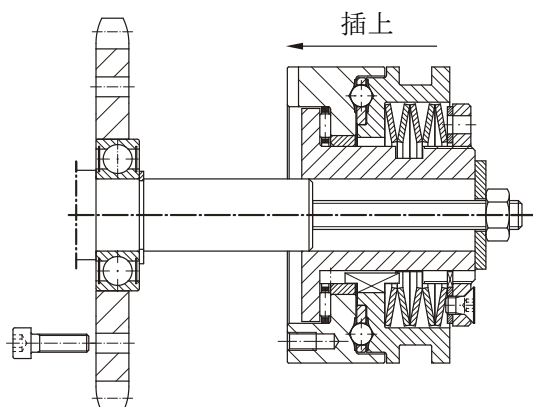
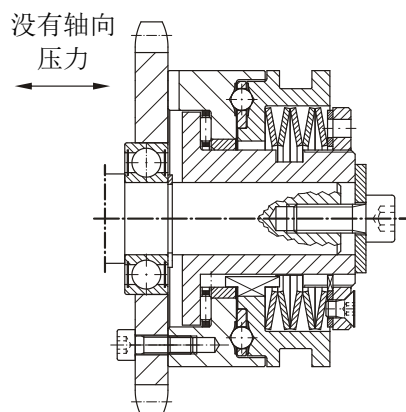

图 3
图 4
在 EAS® 法兰盘型离合器中，首先将驱动元件连同轴承一起装配到轴上，然后将离合器插到轴上并与驱动元件拧在一起，参见图 3 和图 4。
- ❑ 装配离合器时无轴向间隙，例如使用压盖，图 4（事关终端开关的精度）。
- ❑ 没有轴向压力施加到离合器上，例如通过错位的拉链葫芦或者在装配驱动元件时进行轴向张紧，图 4。